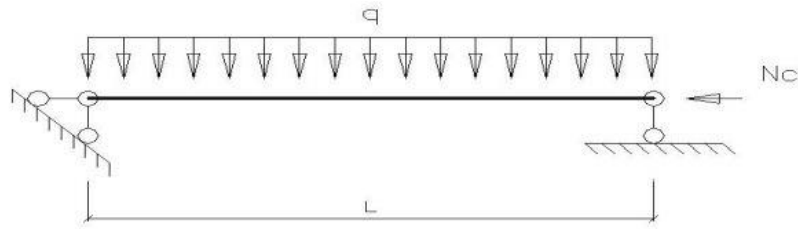

Рисунок 3. Расчетная схема балки
4.3 Проверить прочность стержня длиной  $L$ , сечением  $b \times h$  (круглого диаметром  $d$ ), без ослаблений с шарнирно-закрепленными концами. На стержень действуют продольная сжимающая сила  $N_c$  и равномерная поперечная, нагрузкой  $q$ , в направлении большего размера сечения (рисунок 3).